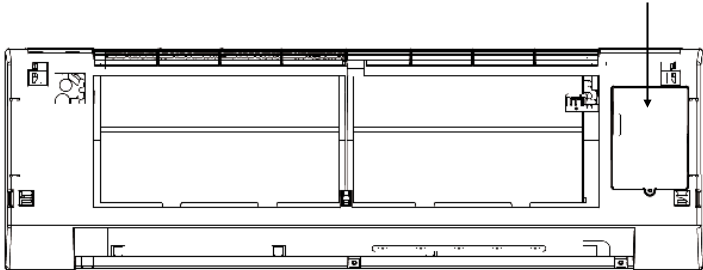

fig. 14
- Retire la tapa de protección de la placa de terminales (“fig. 14”)